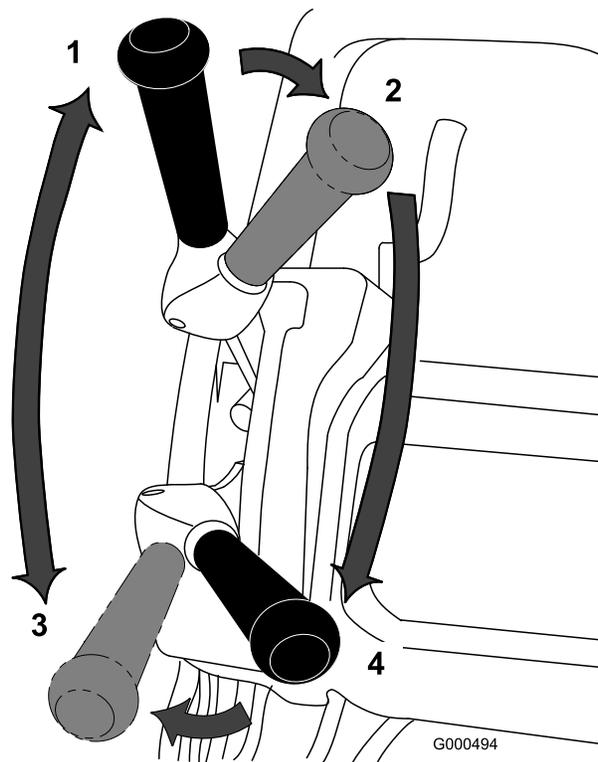

Figura 31
1. Arranque la máquina, accione el acelerador a velocidad reducida, empuje el manillar hacia abajo para elevar la unidad de corte, pulse el control de presencia del operador, ponga la palanca de tracción y de transmisión del molinete en la posición HACIA DELANTE (transporte) y lleve la máquina al borde del green (Figura 31).
2. Mueva la palanca a la posición de PUNTO MUERTO (Figura 31).
3. Mueva la palanca a la posición de tracción – PUNTO MUERTO y de transmisión del molinete – DESENGRANADO (Figura 31).
4. Mueva la palanca a la posición de tracción – HACIA DELANTE y de transmisión del molinete – ENGRANADO (Figura 31), aumente la velocidad del acelerador hasta que la máquina se desplace a la velocidad deseada, lleve la máquina al green, baje la unidad de corte al suelo y empiece a segar.